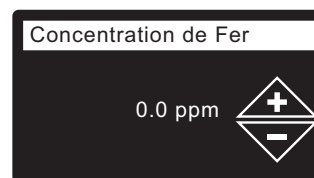

FIG. 28
- CONCENTRATION DE FER** Appuyez sur le bouton HAUT (▲) ou BAS (▼) pour définir la concentration de fer dans votre eau (cf. Figure 28).